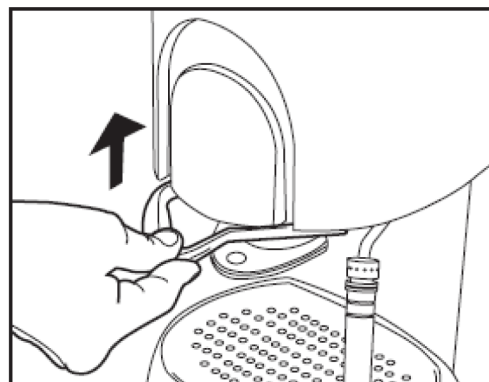

Fig. 10
- Dra upp låshandtaget. Detta får kapselhållaren att lossna (Fig.10).